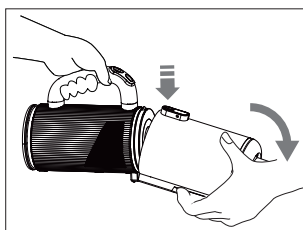

Fig. 24 – Apertura del depósito para el polvo
- ▶ Pulse el botón de desbloqueo en el depósito para el polvo y abátalo hacia abajo (**véase Fig. 24**).